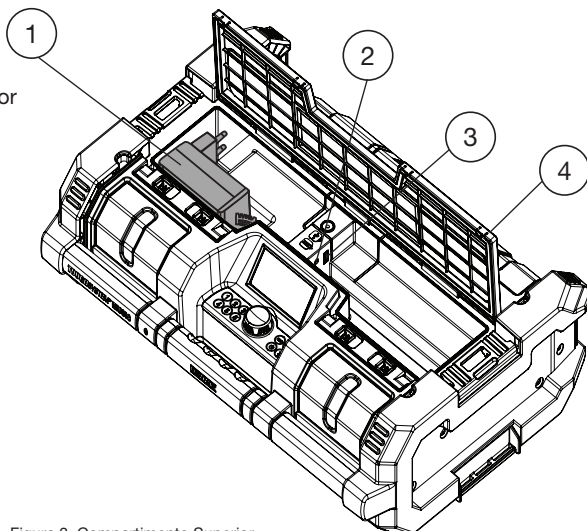

Figura 3. Compartimento Superior
1. Abra el compartimento superior para sacar el adaptador de corriente AC/DC (ver la Figura 1 y la Figura 3).